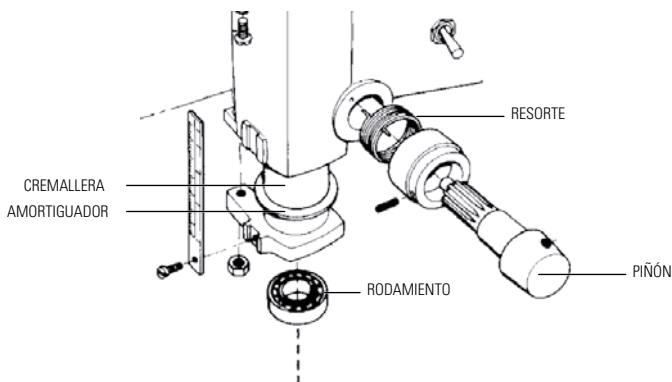

FIGURA 12.1
- 4.2 Verifique la acción del resorte (Figura 12.1) de retorno del piñón, se necesario ajuste en sentido ante horario.
Lave y lubrique los rodamientos bajo y superior (Figura 12.1). Para lubricación, utilice grasa con base de jabón de litio grado NLGI 2 con aditivos de extrema presión (EP). Ref.: Shell Alvania EP-2, Texaco Multifak EP-2